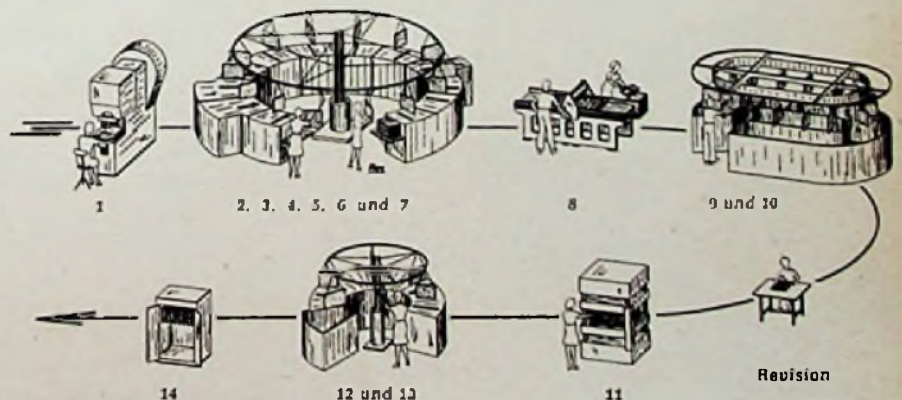

Bild 4. Arbeitsgang beim galvanischen Verfahren
Dieses beginnt gemäß Bild 4 mit dem Stanzen der einfachen Hartpapierplatte entsprechend der gewünschten Schaltung (1). Auf der großen Maschine 2 bis 7 wird diese Platte gesäubert, getrocknet, mit einem Kleber behandelt und mit einer Silberschicht versehen. Bei dieser Methode überziehen sich die Innenseiten der gestanzten Löcher mit einem leitenden Überzug, so daß dieses Verfahren für zweiseitige Schaltungen besonders gut brauchbar ist. Nach weiteren Prozessen ist die Platte reif zum Druck (Offset, Siebdruck oder auch ein fotografisches Verfahren) lt. Arbeitsgang 8. Die aufgetragenen Leitungszüge werden nunmehr in einem galvanischen Bad (9 und 10) verstärkt; die Platten passieren die Revision und werden dann in einer Presse 11 unter hohem Druck zu einer innigen Verbindung mit den Leitungszügen veranlaßt. Chemische Nachbehandlung und Trocknung (12 bis 14) beenden den Arbeitsgang.